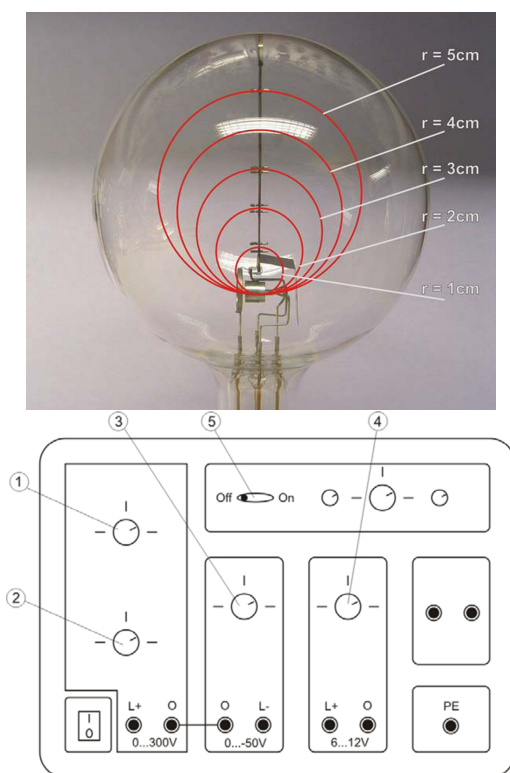

Fig. 1: Lampa Thomsona i panel zasilacza
Lampa Thomsona to bańka szklana, wypełniona powietrzem pod szczątkowym ciśnieniem (rys. 1). Głównym elementem lampy jest dział promieni katodowych, czyli elektronów emitowanych z katody. Promienie katodowe widoczne są w ciemności jako pomarańczowe smugi. Trajektorię promieni zakrzywia w okrąg zewnętrzne, jednorodne pole magnetyczne, którego źródłem są dwie jednakowe cewki ustawione w tzw. układ Helmholtza, czyli na wspólnej osi, w odległości równej promieniowi cewek. Regulując napięcie przyspieszające (a więc prędkość elektronów) lub prąd płynący przez cewki (indukcję pola magnetycznego obecnego w obszarze lampy), można uzyskać różne promienie okręgów. Promień okręgu odczytuje się na drabince, zamontowanej nad źródłem promieni katodowych. Pierwszy szczebel, najbliższy źródłu elektronów oznacza okrąg o promieniu r równym 1 cm, drugi o promieniu 2 cm, itd. Drabinka jest podwójna w celu eliminacji błędu paralaksy, czyli błędu odstępstwa od prostopadłego patrzenia (wiązka oraz odpowiednie szczebelki obu drabinek muszą się pokrywać).
Układ pomiarowy składa się z lampy Thomsona, zasilacza lampy oraz zasilacza prądu stałego płynącego w cewkach Helmholtza. Sterowanie parametrami ustawienia lampy odbywa się przy pomocy pokręteł oznaczonych na rys. 1 numerami: (1) - regulacja napięcia przyspieszającego U , (2) - regulacja prądu elektronów, (3) - pokrętło regulacji napięcia siatki (elementu porządkującego przepływ elektronów), (4) - pokrętło regulacji napięcia żarnika ogrzewającego katodę, (5) - przełącznik On/Off wiązki elektronów.